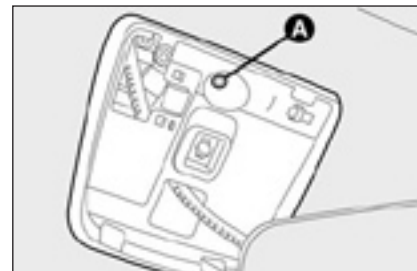

рис. 88
- поместите ключ в прорезь **A** – **рис. 88** и вращайте его по часовой стрелке, чтобы открыть люк, и против часовой стрелки, чтобы закрыть.